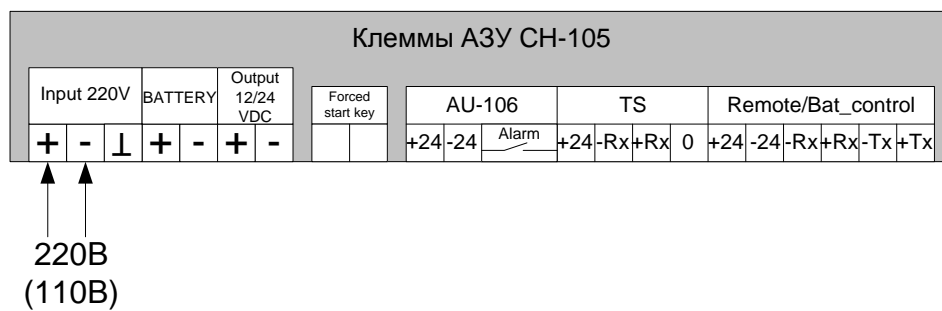

Рисунок 10 - Схема подключения АЗУ сети переменного тока.
– переменного тока 110/220В, 50/60 Гц (**модификация АЗУ с маркировкой СН-105 (Таблица 1)**) (смотрите Рисунок 10).